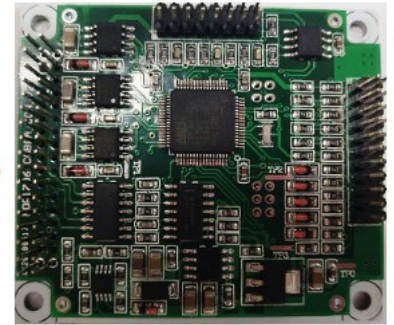
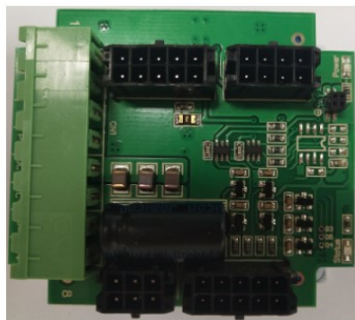

图 3
图 4
3. 再将接口板（图 4）安装在（图 3）上，插针对正孔位，插针不能弯曲变形。